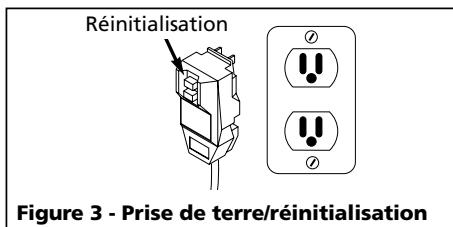

Figure 3 - Prise de terre/réinitialisation
- Branchez le cordon dans une prise mise à la terre de 120 V et appuyez sur le bouton de réinitialisation tel qu'illustré à la Figure 3.